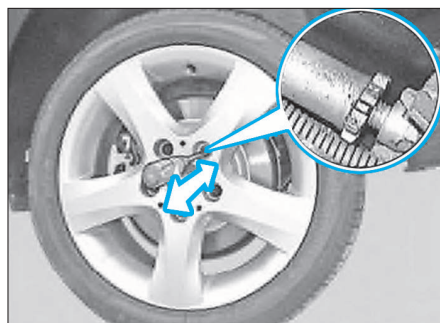

FIG. 23
- Tourner la roue jusqu'à ce que la vis de réglage soit visible dans le trou taraudé (Fig.23).